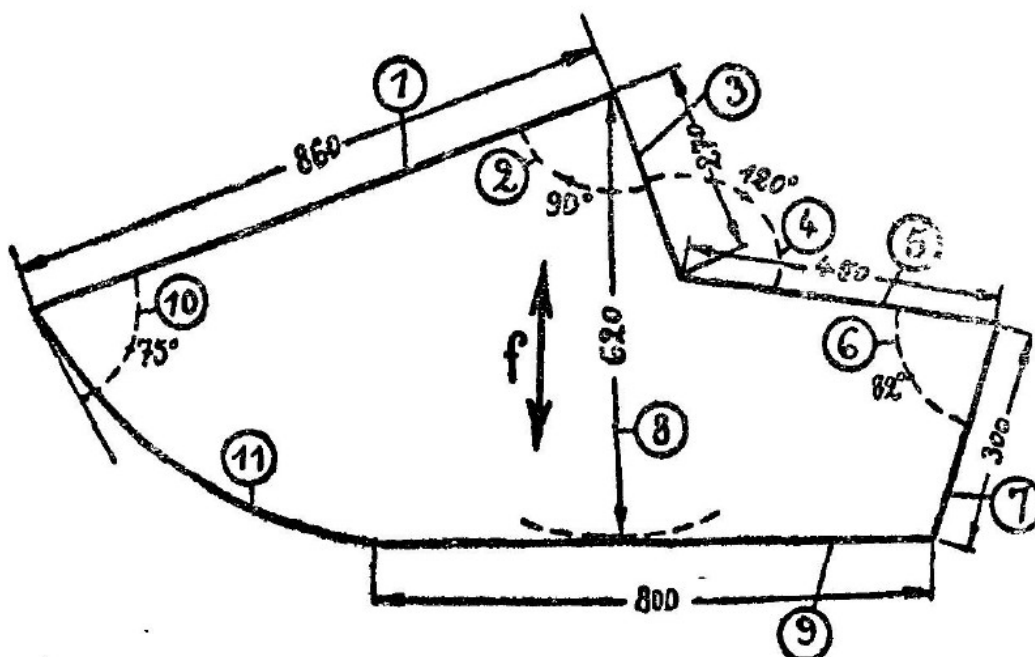

Fig. 12
Desenhe em um pedaço de madeira contraplacada de 3 mm de espessura, o primeiro lado, com as dimensões indicadas na fig. 12. O sentido das fibras seguirá aproximadamente a flecha f, e o trabalho deve ser executado na ordem dada: (1, 2, 3, etc.) Todas as dimensões são dadas em milímetros. Marque os ângulos com um transferidor. Corte dois lados exatamente iguais, com uma serra apropriada. Uma ripa de 20 x 20 e 2400 de comprimento, é pregada e colada a (12) (Fig. 13). Ela se estende 1,6 metros para além do corpo para a parte traseira .